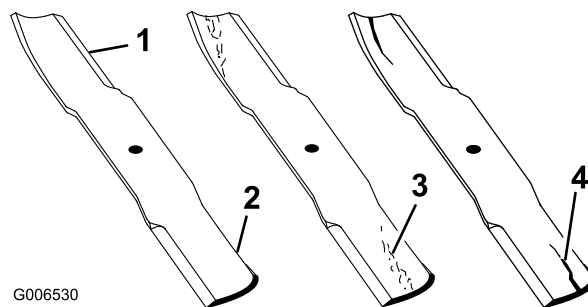

Figure 93
2. Inspectez les lames, surtout la partie relevée (Figure 93). Remplacez immédiatement toute lame endommagée, usée ou qui présente une entaille (Figure 93).
1. Examinez le tranchant des lames (Figure 93). Si les lames coupent mal ou présentent des indentations, déposez-les et aiguisiez-les; voir Aiguisage des lames.